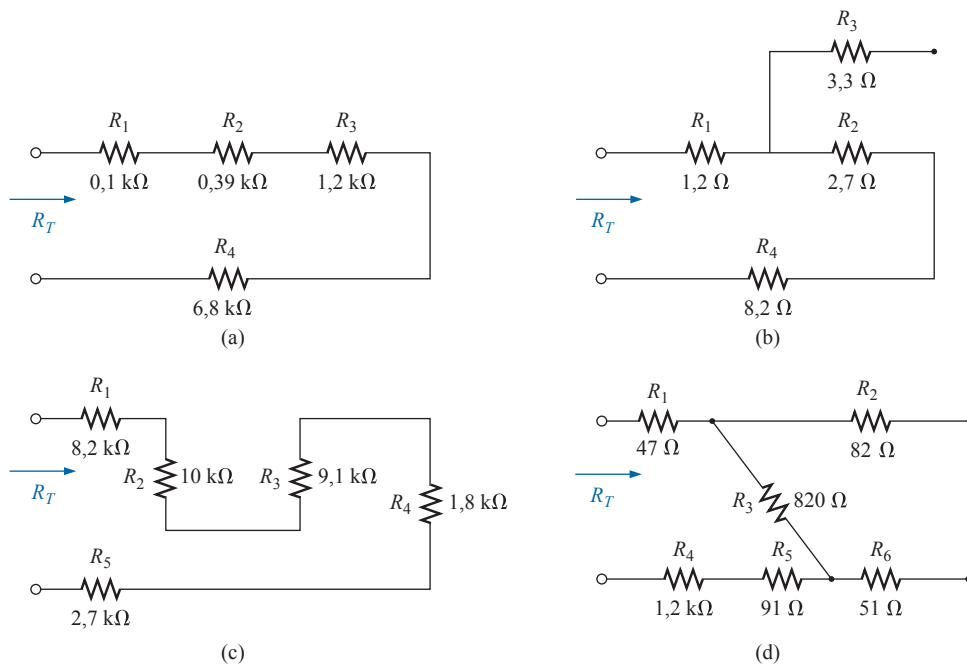

Figura 5.86 Problema 2.
2. Descubra a resistência total R_T para cada configuração na Figura 5.86. Observe que apenas valores de resistores padrão foram usados.